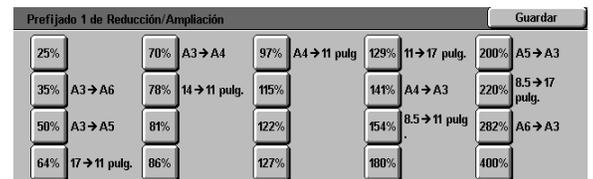

Figura 56: Muestra de valores prefijados
- 3 Pulse el icono con el porcentaje de reducción/ ampliación deseado, tal y como ilustra la Figura 56.